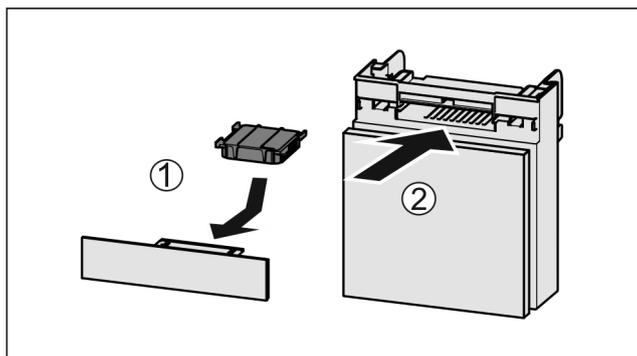

Fig. 178
- ▶ Insérer le filtre à charbon actif d'après le schéma Fig. 178 (1).
- ▶ Insérer le compartiment Fig. 178 (2).